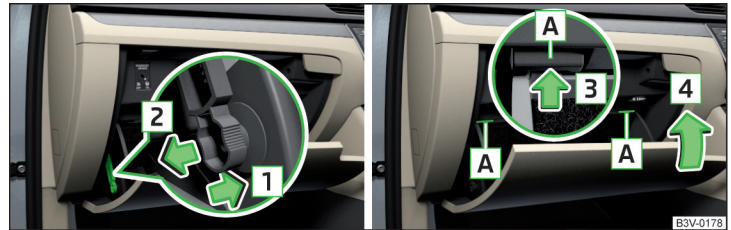

Abb. 248 Ablagefach auf der Beifahrerseite
- Die Bremsstange in Pfeilrichtung **1** entriegeln » Abb. 248.